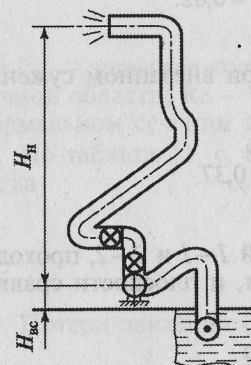

Рис. 6.6
**Задача 6.32.** Построить характеристику шахтного водоотлива в трубопроводе (рис. 6.6), если его длина  $l = 350$  м, диаметр  $d = 250$  мм, шероховатость  $\Delta = 1$  мм, высота всасывания  $H_{\text{вс}} = 3$  м, высота нагнетания  $H_{\text{н}} = 277$  м, сумма коэффициентов местных сопротивлений  $\sum \xi = 26$ .